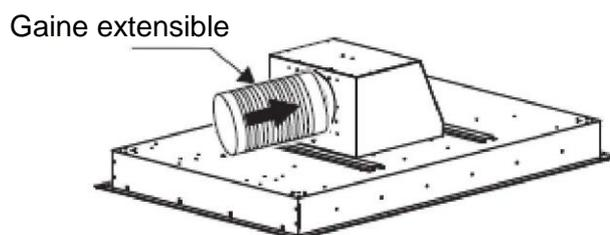

Fig. 9
- d. Installez le bandeau décoratif du panneau et le filtre en l'appliquant bien dans l'ordre inverse des étapes a/b ci-dessus. Pendant ce temps, installez la gaine extensible sur la sortie. Voir fig. 9.